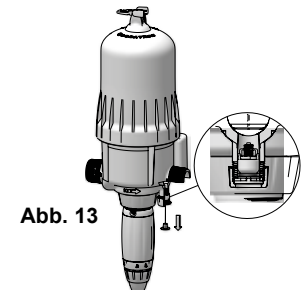

Abb. 13
- Bei zufälligem Unterdruck wird automatisch wieder der Luftdruck in der Anlage hergestellt* (Abb. 13).